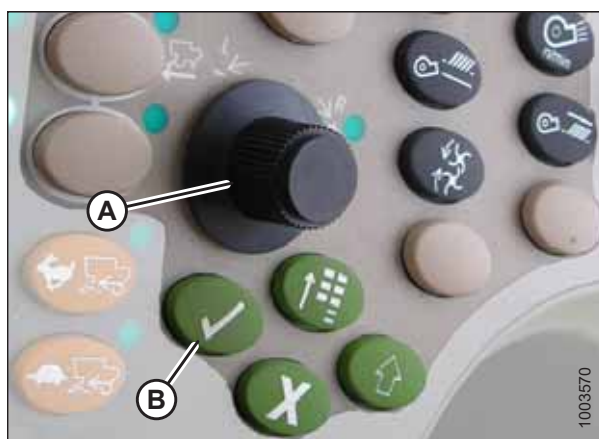

Figura 3.428: Consola de control de la cosechadora John Deere
8. Seleccione PLATAFORMA en el recuadro (A) al desplazarse hacia abajo hasta el recuadro con la perilla de desplazamiento, y luego presionar el botón de marca de verificación (la perilla y el botón se muestran en la Figura 3.428, página 262).
9. Desplácese hacia abajo al ícono inferior derecho que se asemeja a una flecha en un diamante (B) y presione el botón de marca de verificación para seleccionarlo.